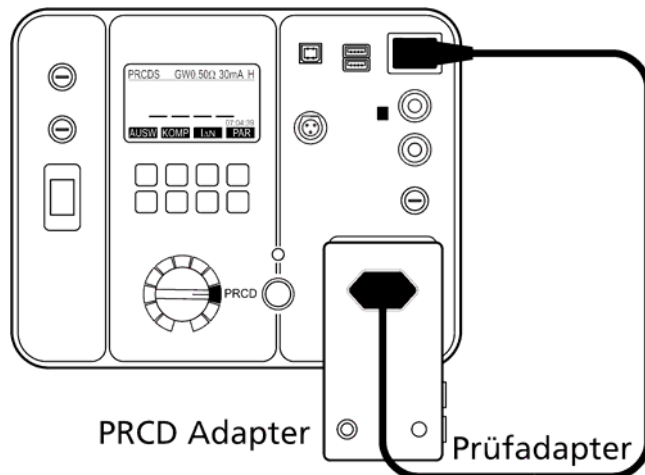

Abb. 36: Anschluss des PRCD Adapters für die Kompensation
- Damit Sie ein korrektes Messergebnis des Schutzleiterwiderstandes erhalten müssen Sie den Innenwiderstand beider Adapter kompensieren (auf null setzen), siehe Abbildung 36 unten. Verbinden Sie den Prüfadapter (=Kaltgeräteleitung) mit der Prüf-/Netzsteckdose des PRCD-Adapters und diesen wiederum mit der Prüf-/ Netzsteckdose des GT-900 Gerätetesters.